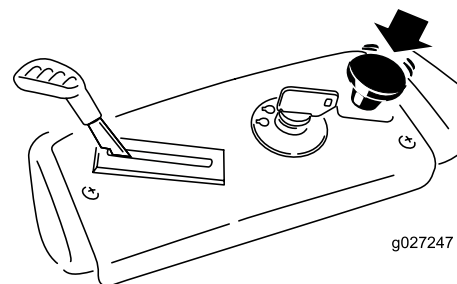

Figure 12
1. Désengagez les lames en plaçant la commande des lames en position Désengagée (Figure 12).